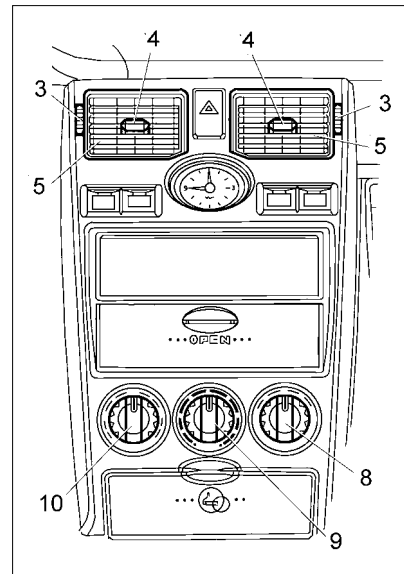

Рис. 40. Переключатели обогрева
8 – правый поворотный переключатель (рис. 40):
– регуляторами управления заслонками сопел 3 и ручками регулировки направления воздушного потока 4 (рис. 40) направить воздух в салон.
Для включения кондиционирования необходимо нажать на клавишу 6 (рис. 40а), при этом загорается контрольный индикатор, встроенный в клавишу переключателя.
- 1 – центральные сопла вентиляции (рис. 40а);
Рис. 40а. Органы управления
Направление потока воздуха регулируется ручками 3 (рис. 40а) направляющих лопаток центральных сопел путем изменения положения заслонок вверх или вниз, а регуляторами 2 управления заслонками сопел поток воздуха открывается или переключается полностью.
В зависимости от положения температурного переключателя 9 (рис. 40а) через сопла вентиляции обеспечивается поступление в салон холодного или подогретого воздуха. Для увеличения притока свежего воздуха рекомендуется включить электровентилятор отопителя ручкой 5 управления скоростью потока воздуха и установить ручку 7 управления направлением потока воздуха в положение  – «вентиляция салона».